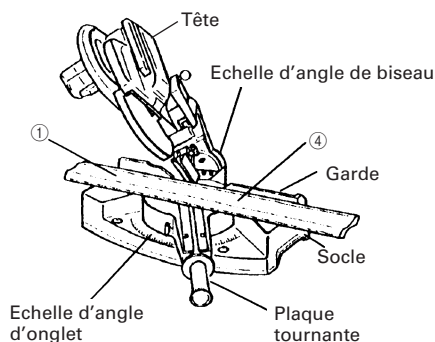
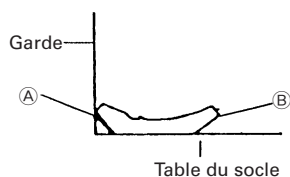

Fig. 38
Fig. 40
(1) Réglage de coupe en corniche complexe aux positions ① et ④ de la Fig. 36 (voir Fig. 38 ; incliner la tête vers la gauche) :
- ① Tourner la plaque tournante vers la droite et régler l'angle d'onglet comme suit :
- ② Incliner la tête vers la gauche et régler l'angle de biseau comme suit :
- ③ Disposer la corniche complexe de façon que la surface inférieure (A sur la Fig. 35) touche la garde comme indiqué à la Fig. 40.